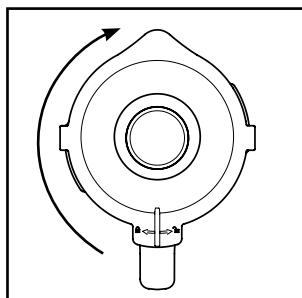

Fig. 2
- 4) Sæt låget ② forskudt på blenderkanden ③ igen. Luk låget ② ved at dreje det med uret til position ④, indtil det klikker hørbart på plads (se fig. 2). Sørg for, at hældetuden på blenderkanden ③ er lukket. Motoren kan kun startes, hvis låget ② slutter helt til.